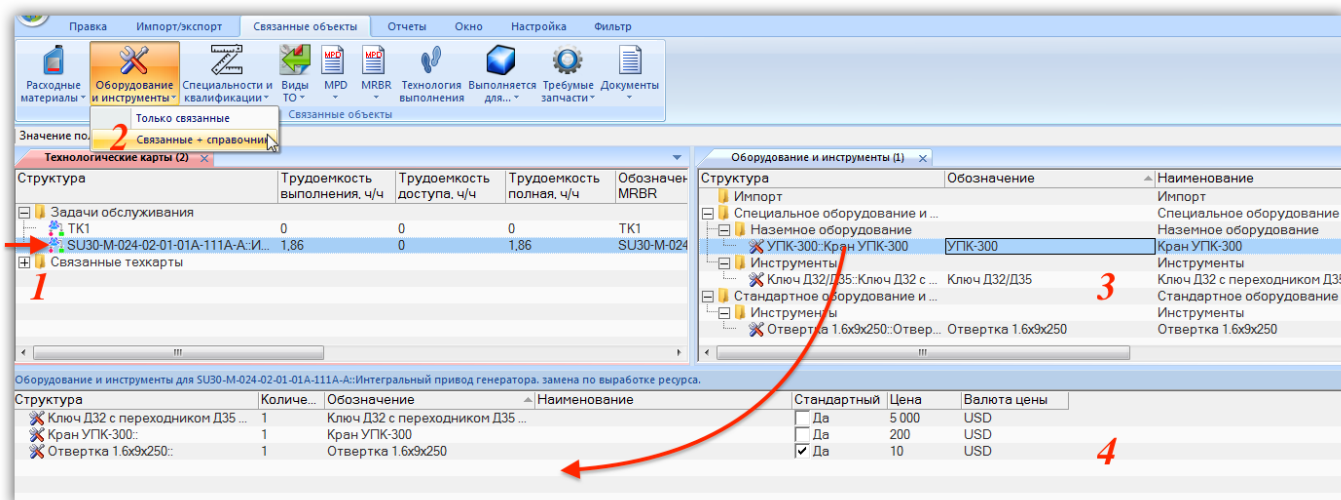

Рис. 12-59 – Оборудование и инструменты, применяемые при выполнении ТК
- 1) Выбрать техкарту в рабочем окне «Технологические карты» (1 на рис. 12-59).